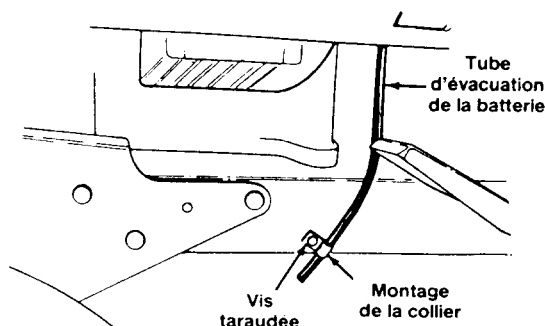

Figure 8
6. Faites passer le tube d'évacuation de la batterie sur la gauche du tracteur. Desserrez la vis auto-taraudeuse qui retient le vollier de montage. Voir la figure 8. Glissez l'extrémité du tube dans le